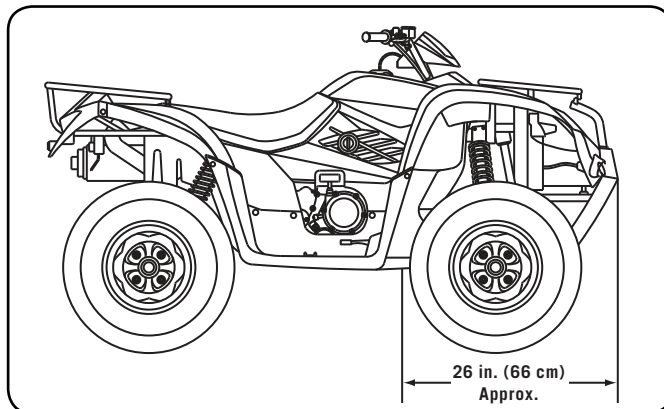
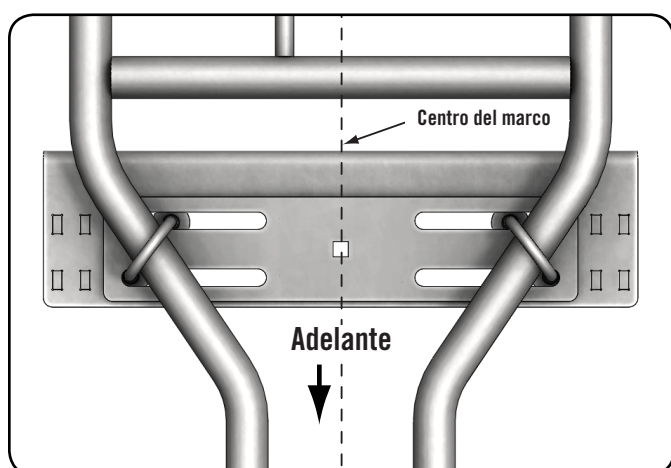

Figura 16 - Distancia aproximada del soporte
Figura 17 -Colocación del soporte en tubo redondo : Vista de arriba (Configuraciones del marco variarán)
2. La distancia aproximada que los orificios de las pestañas pueden estar de la parte delantera de la maquina es de 26 in. (66 cm) como se muestra en la figura 16. Cada maquina puede variar por el contorno delantero del ATV.
1. Coloque la placa baja del soporte híbrido en el marco en la locación detrás de las llantas delanteras donde el marco se enancha, como se muestra en la figura 17. Determine la locación que permita que el soporte esté centrado, lo mas alejado del marco posible y que los tubos de empuje se puedan fijar. Mantenga los orificios de montaje dentro de la distancia aproximada de la parte delantera de su maquina (vea figura 16).
4. Determine la locación permitiendo que el soporte esté centrado, lo mas lejos en el marco posible y que los tubos de empuje estén fijados. Mantenga los orificios dentro de la distancia aproximada (26 in. {66 mm}) de la parte delantera de la maquina. Vea la página 8, figura 16.
3. Determine la locación que permita el soporte que sea centrado, los mas alejado en el marco posible y con los tubos de empuje fijados. Mantenga los orificios de montaje dentro de la distancia aproximada (26 in. {66 cm}) de la parte delantera de su maquina. Vea la página 8, figura 16.